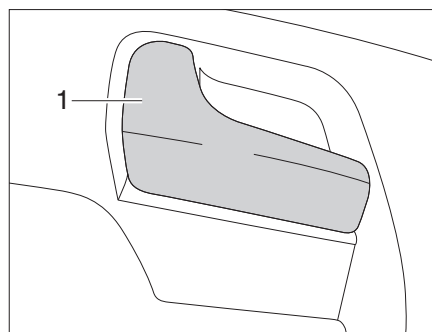

Fig. 44 Puerta del conductor, en el interior
- Tirar del tirador (Fig. 44,1). Se desbloqueó la cerradura de la puerta.